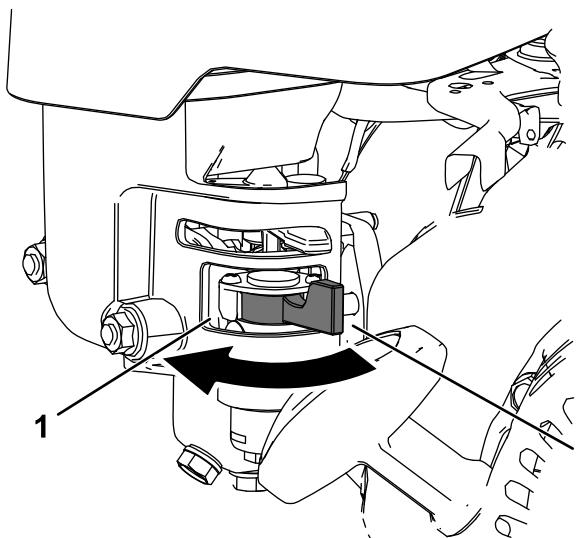

Рисунок 22
- Для открытия топливного клапана поверните рычаг отключения подачи топлива в направлении ручного стартера (Рисунок 22).
- Для закрытия топливного клапана поверните рычаг отключения подачи топлива в направлении от ручного стартера (Рисунок 22).